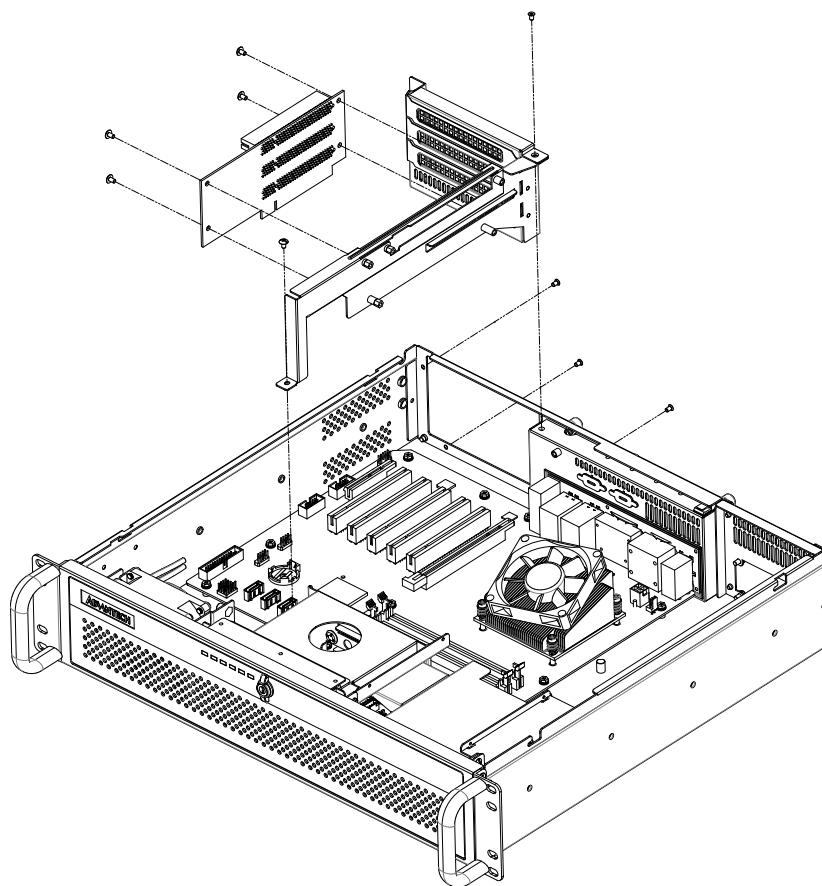

Figure 2.4 Installing a riser card/ 安装转接卡 / 安裝轉接卡
1. Fasten the riser card to the riser card holder with the four screws. Then insert this unit to the slot on the motherboard. (see Figure 2.4)
1. 用螺丝将转接卡的四角固定在转接卡支架，然后将这个组件插入 ATX 母板的第 6 个插槽或 MicroATX 母板的第 3 个插槽（如图 2.4 所示），并旋紧螺丝固定于机箱上。